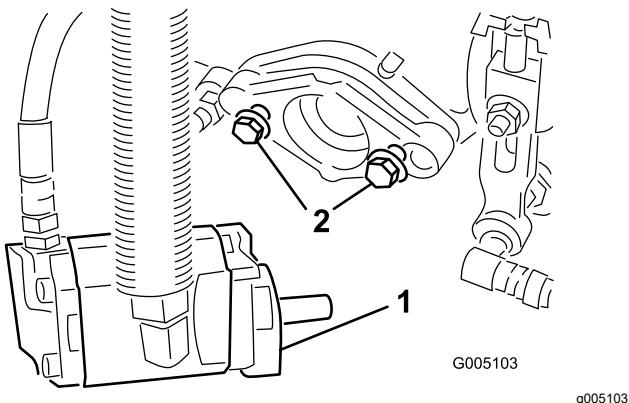

Figura 9
- Asegúrese de que quedan aproximadamente 13 mm de rosca a la vista en cada perno de montaje del motor del molinete (Figura 9).
- Apriete los pernos de montaje (Figura 9).